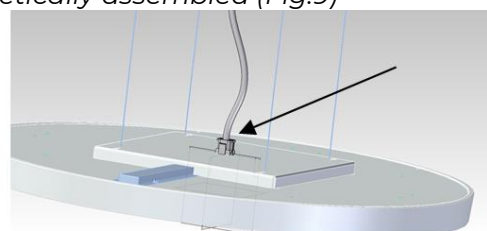

Fig. 10
8. Collegare la plafoniera con l'apposito connettore (Fig.10).
8. Connect the luminaire with rapid connector (Fig.10).